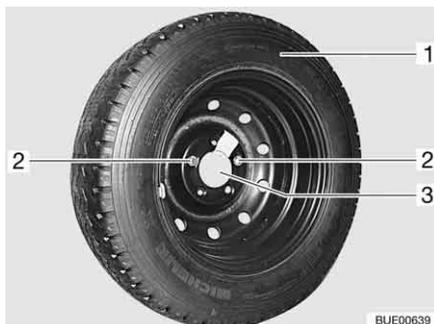

Fig. 284 Supporto per la ruota di scorta nel garage di coda
- Svitare e rimuovere entrambe le viti di fissaggio (Fig. 284,2) con la dotazione attrezzi.
- Rimuovere la ruota di scorta (Fig. 284,1) dal supporto (Fig. 284,3).